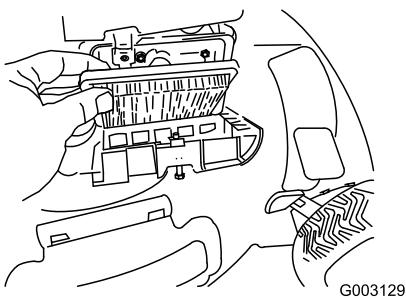

Figure 45
- Remettez le couvercle en place (Figure 45).